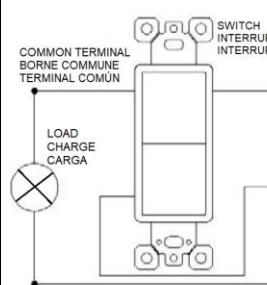

FIG. 5
- Câblage à 3 voies. Raccorder les fils conformément au diagramme (FIG. 5) comme suit :
- Cableado de 3 vías. Conectar los cables según el diagrama (FIG 5) de la siguiente manera:
6B. 3-way wiring. Connect wires per diagram (FIG 5) as follows: